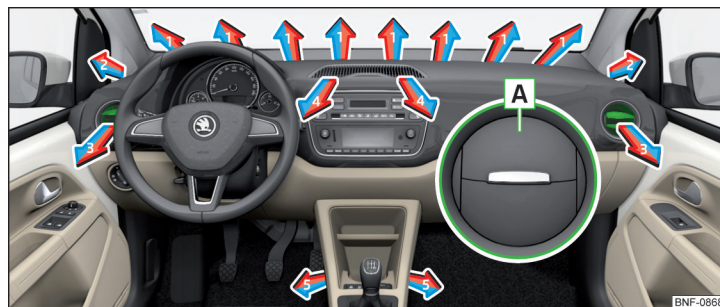

Fig. 89 Fantele de ventilație
La fantele de ventilație **3** » fig. 89 se poate modifica direcția curentului de aer, iar duzele se pot închide și deschide și individual. ▶
- Pentru **deschidere**, apăsați pe marginea exterioară a lamelei în zona **A** » fig. 89.
Setarea direcției fantei de ventilație	Gurile de ventilație » fig. 89